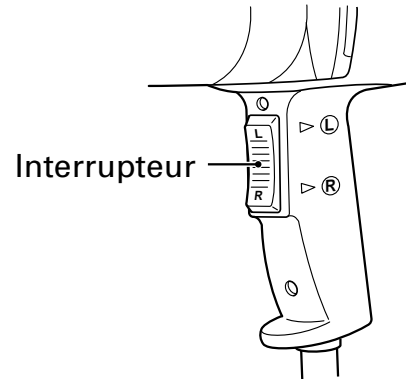

Fig. 4
1. Fonctionnement de l'interrupteur (Fig.4)